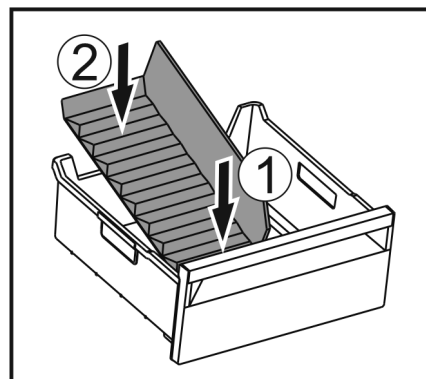

Fig. 154
- ▶ Voorste deel van de ijsvak-scheider plaatsen. Fig. 154 (1)
- ▶ Achterste deel van de ijsvak-scheider tot de bodem van de lade laten zakken. Fig. 154 (2)